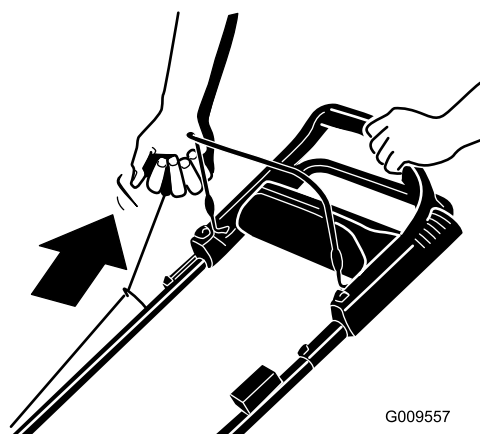

Рисунок 14
**Примечание:** Вы можете запустить двигатель из рабочего положения (Рисунок 14) или в месте расположения двигателя (с помощью рукоятки механического стартера, выдвигающейся из направляющей для троса).